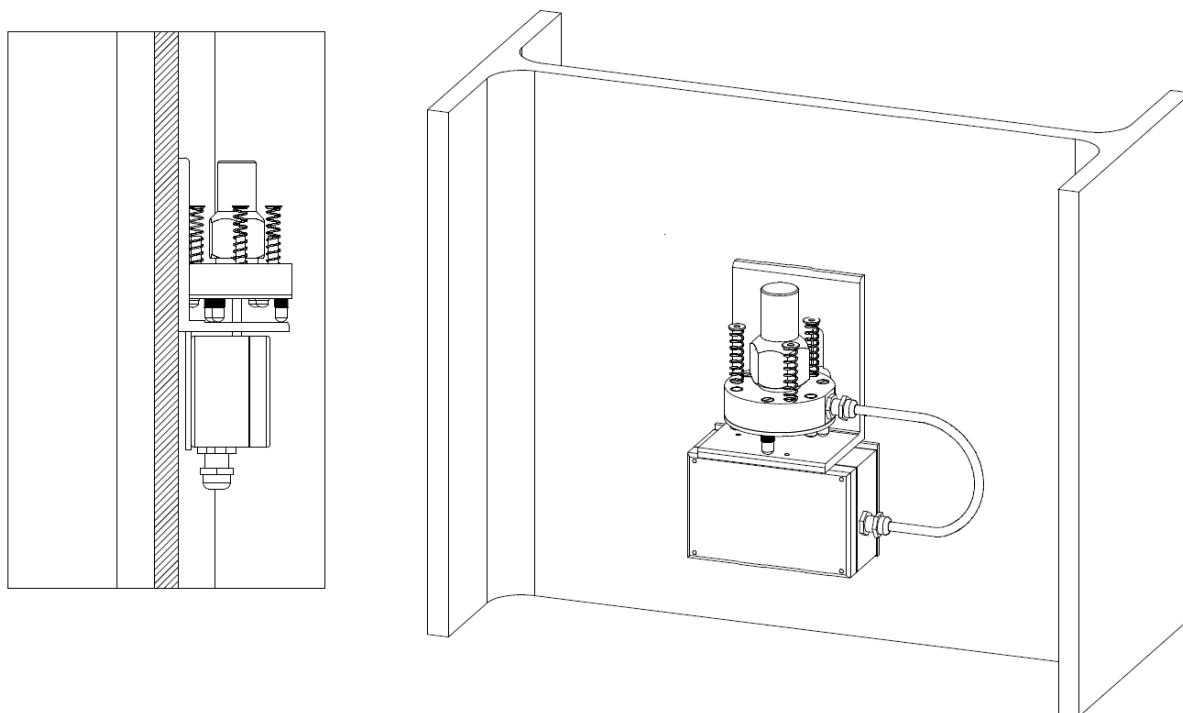

Рисунок 2. Схема установки измерителя на платформе
2.4.2 Установите измеритель на горизонтальной поверхности платформы. Вставьте в отверстия корпуса измерителя расположенные на окружности под углами 120° крепёжные винты с установленными на них пружинами и, вкручивая крепёжные винты, прижмите измеритель к поверхности платформы, как показано на рис.2. Ход пружины при сжатии должен составлять примерно половину её длины.